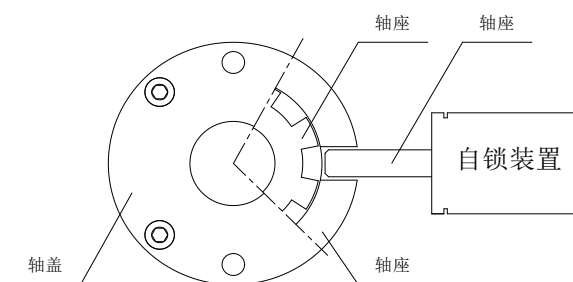

图 7 自锁装置示意图
c. 顺时针旋紧手轮，直到不能旋动为止，使灭菌器门与容器筒密合。并确保自锁装置的锁舌与轴座凹处吻合。如下图 7 所示：